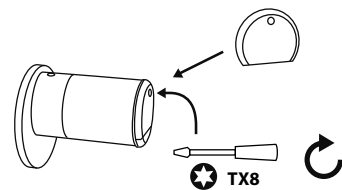

Abb. 161
- 4 Setzen Sie die vordere Abdeckung wieder auf und schrauben Sie sie fest (Abb. 161).